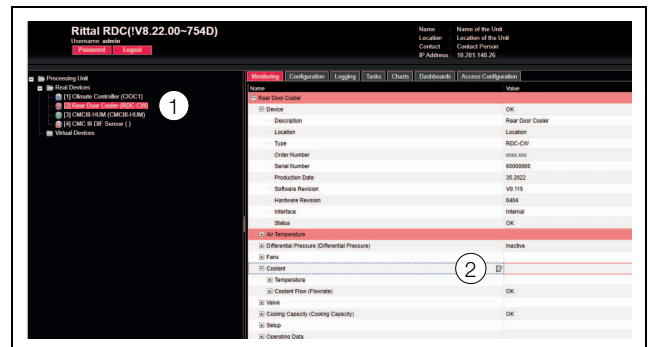

Abb. 101: Auswahl mehrerer Parameter
- Klappen Sie nur den Eintrag „Rear Door Cooler“ aus, indem Sie auf das „Plus“-Zeichen vor diesem Eintrag klicken (Abb. 101, Pos. 1).
- Setzen Sie den Mauszeiger an das Ende der ersten Spalte in der Zeile „Rear Door Cooler“ (Abb. 101, Pos. 2). Es erscheint ein „Edit“-Symbol und der Mauszeiger ändert sich in ein „Hand“-Symbol.